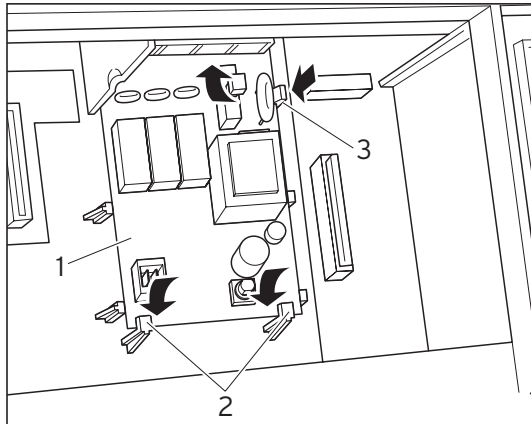

Fig. 3.1 Encajar la tarjeta
- Empujar la tarjeta cuidadosamente dentro de los soportes (3) entre las patillas (Fig. 3.1), hasta que la tarjeta quede encajada.